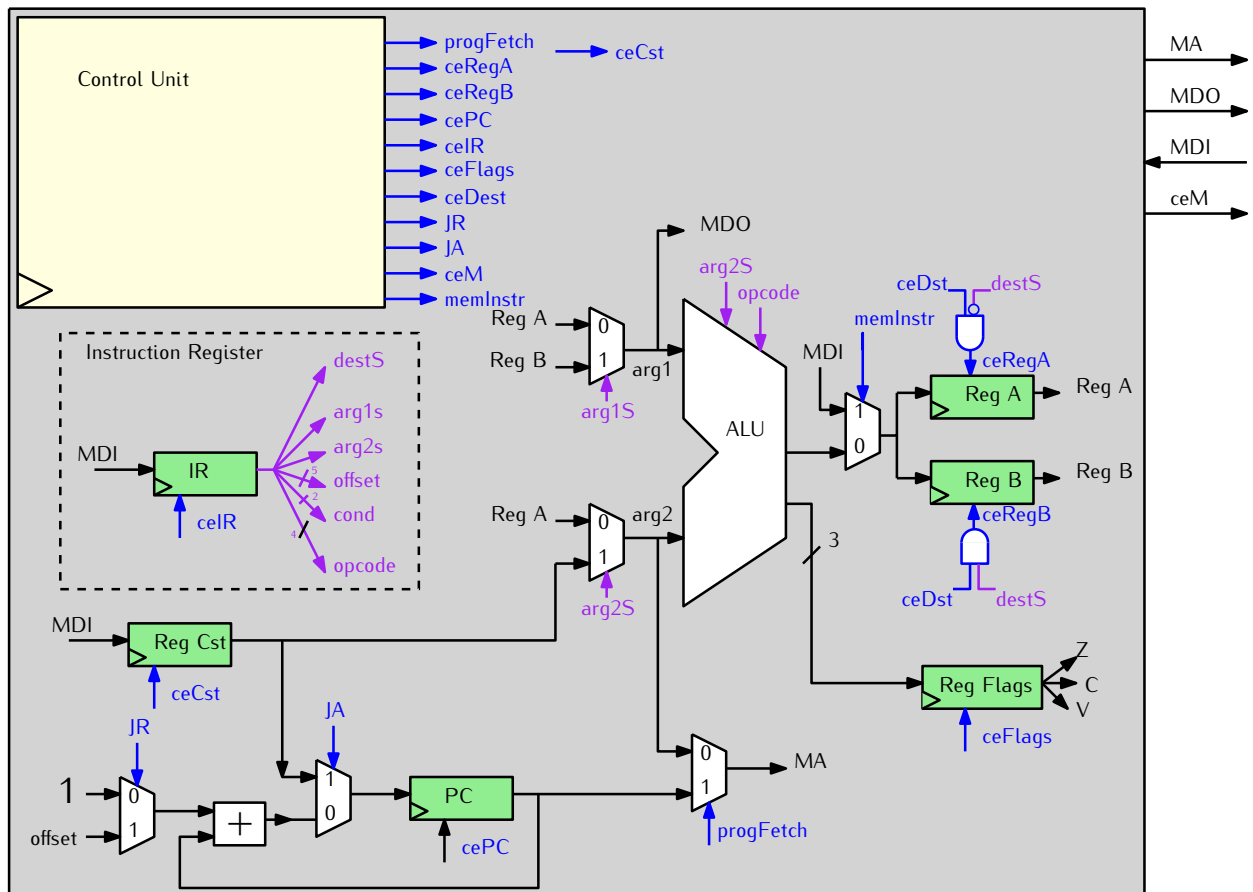
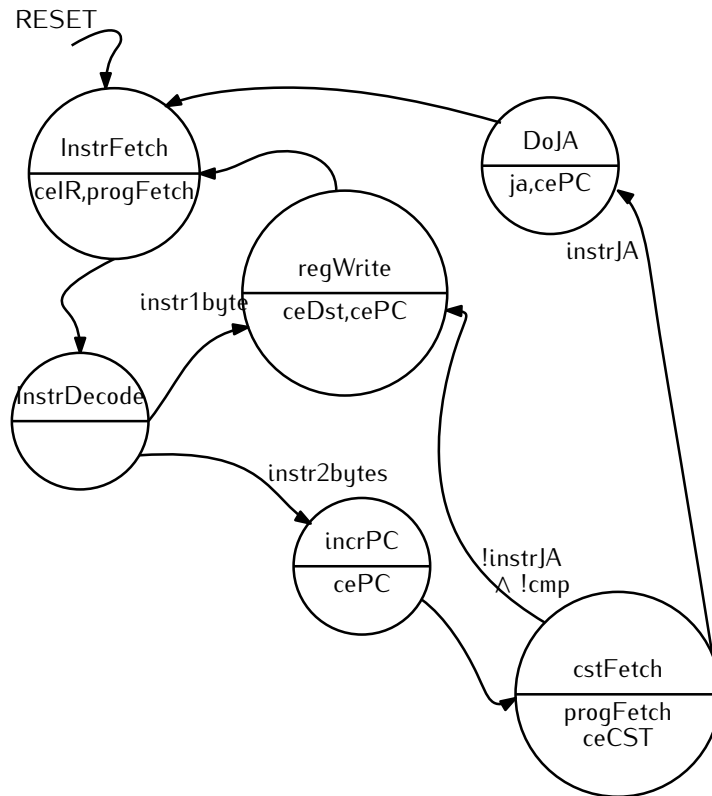

FIGURE 1 – Le datapath de la micro-machine.
FIGURE 2 – Automate de la version initiale de notre micro-machine Digital.
Intéressons nous maintenant à la machine qui va exécuter cet assembleur. Nous présentons Ici le *datapath* de la micro-machine (Fig. 1). Pour l'instant on ne peut pas comprendre complètement ce *datapath* mais on peut en comprendre certaines parties.
Étudions maintenant un peu plus en détail l'architecture de l'unité de calcul de la micro-machine de la Fig. 1.
L'automate de contrôle (correspondant à la boîte *Control Unit* sur la Fig. 1) est représenté en Fig. 2. On voit que cet automate comprend 6 états nommés *InstrFetch*, *InstrDecode* (correspondant aux notions de *Fetch* et *Decode* vues en cours), *regWrite* (correspondant au *Write Back*), *incrPc* (qui permet d'incrémenter PC pour lire une constante), *cstFetch* (qui charge une constante) et *DoJA* (qui exécutera l'instruction de saut absolu JA).
- **MM Control Unit** : L’unité de contrôle ou décodeur d’instruction, qui implémente l’automate représenté en Fig 2 (et qui est aussi représenté par le bloc `Control Unit` sur la Fig. 1).
- **MM DataPath** : le chemin de donné, représenté en Fig. 1.
QUESTION 6 ► Faites le lien entre le fichier `mm-minimale.dig` et les figures 1 et 2. En particulier, vous prendrez soin de repérer l’ALU, l’automate de contrôle, les registres A, B, PC et Reg Cst.
- Suivez les transitions d'état sur le dessin de la figure 2.